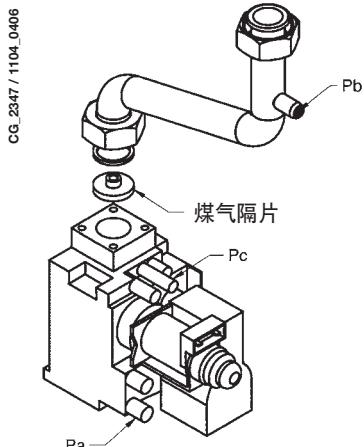

图 10
- 更换煤气阀上的煤气隔片（图10）。隔片直径显示在表2中。
- 将压差计（最好是液体压差计）的正压接头接在气阀的压力接头（P_b）上（图10）。只有针对带密封腔型号的锅炉时，将压力计的负压接头连接到“T”，这样可以一起连接锅炉的补偿接头、气阀补偿接头（P_c）和压力计本身。（还可以将压力计连接到压力接头（P_b）进行测量，而不需要密封腔的前板）；
- 检查通过气阀（图10）压力接头（P_a）测量到的锅炉电源的动力压力是否正确（液化气37mbar或天然气20mbar）。
煤气压力过低的情况下（低于17mbar），需拆除安装在气阀上的进气隔片（图10）并设置电路图参数F02=00（§ 21）。
- 调节图10中所示的“pmax/pmin”螺丝, 根据表1中的数值设置燃烧器的压力值。
要调整压力到最大功率, 需扭动螺钉“Pmax”(图10), 顺时针方向旋转升高燃烧器压力或逆时针方向旋转降低压力。
要调整压力到最小功率, 需扭动螺钉“Pmin”(图10), 逆时针方向旋转升高燃烧器压力或顺时针方向旋转降低压力。